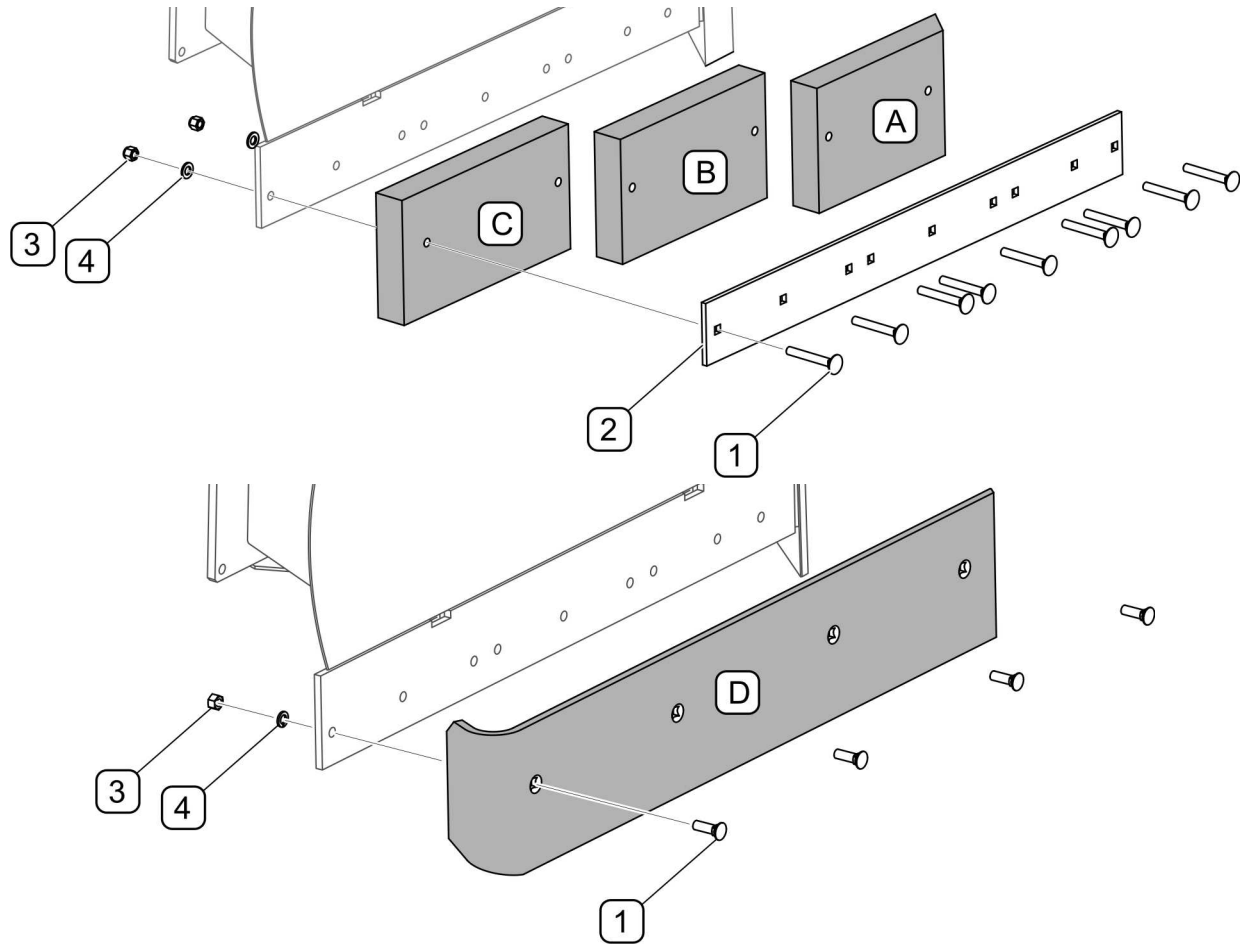

ABBILDUNG 5.1 Auswechslung der Verschleißschiene
Die Gummi-Verschleißschiene besteht aus drei Segmenten (A, B, C) (ABBILDUNG 5.1) Um die Segmente der Schiene zu entfernen, müssen die Muttern (3) abgeschraubt, die Schrauben (1) herausgenommen und die Andruckleiste (2) abgenommen werden. Die Segmente auswechseln und die Montage in umgekehrter Reihenfolge durchführen.